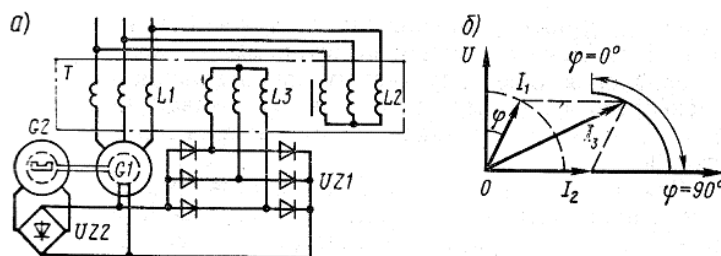

Рис. 2
2. Указать элементы и принцип работы систем самовозбуждения (систем начального подмагничивания) судовых электростанций (рис.2)